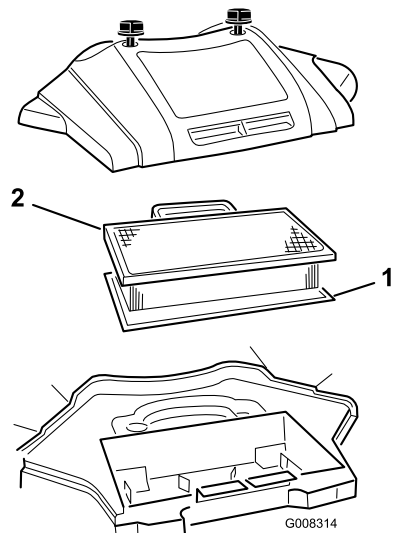

Bild 21
3. Nehmen Sie den Papiereinsatz und den Schaumeinsatz heraus. (Bild 21)
3. Montieren Sie die Luftfilterabdeckung und Handräder (Bild 21)